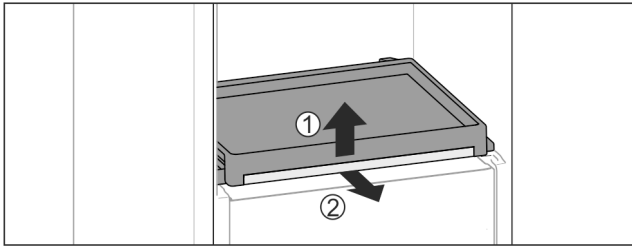

Fig. 35
- ▶ Sortir la bordure télescopique avec la tablette : Soulever légèrement la tablette par l'avant Fig. 35 (1) et la sortir vers l'avant Fig. 35 (2).